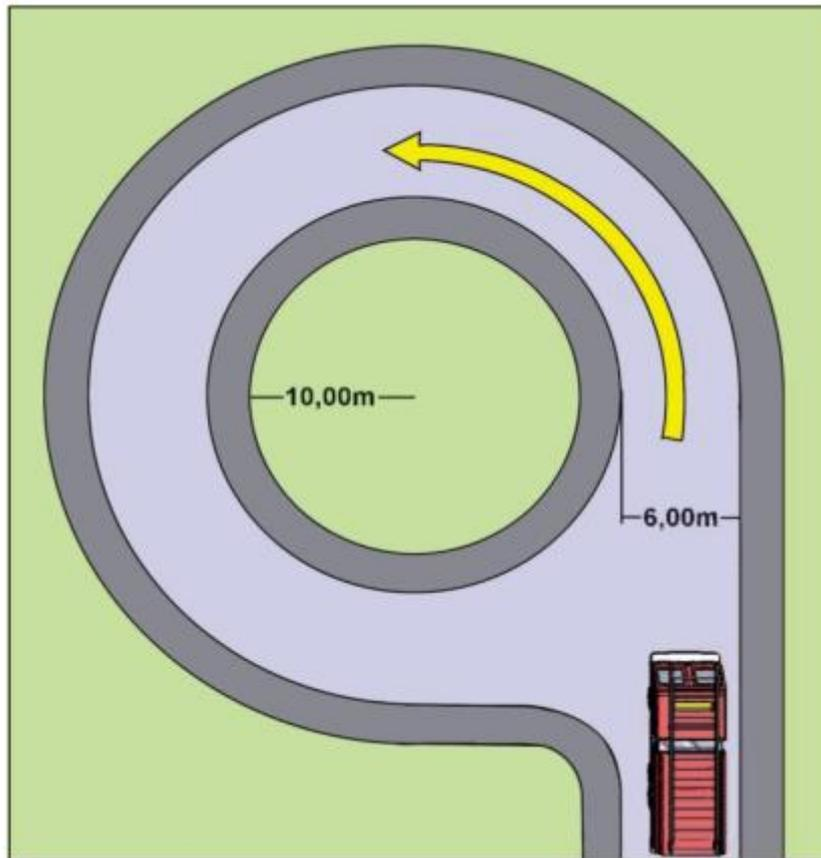
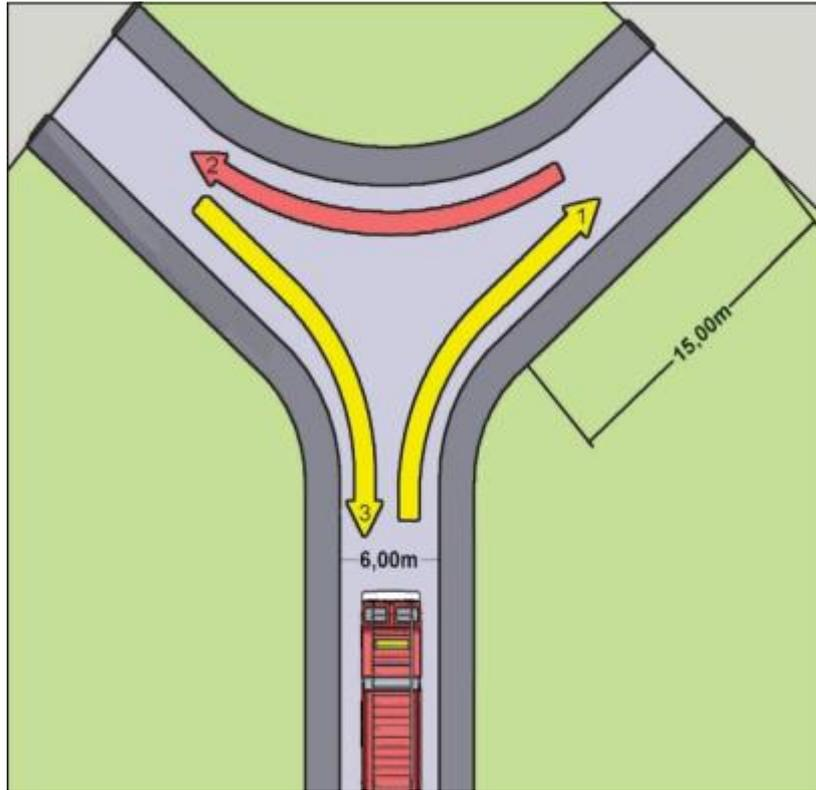
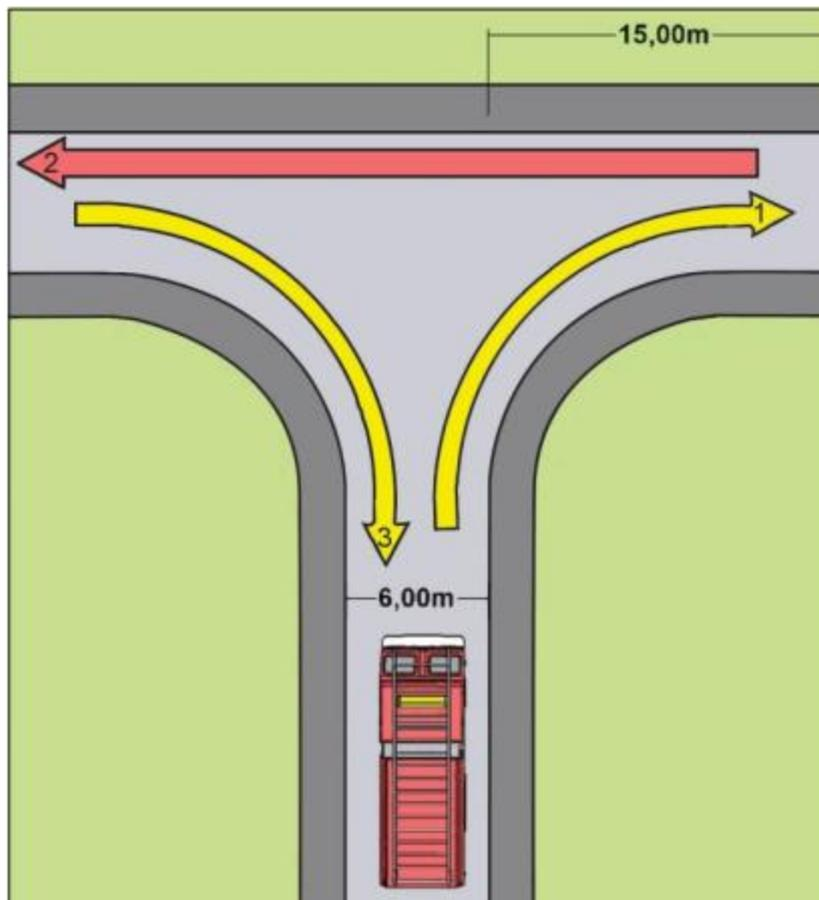

Figura 1 - Retorno circular
Figura 2 - Retorno em formato de "Y"
Figura 3 - Retorno em formato de "T"
5.1.4 A via urbana que exceda 45 m de comprimento deve possuir retorno circular (Figura 1), em formato de “Y” (Figura 2) ou em formato de “T” (Figura 3), respeitadas as medidas mínimas indicadas.